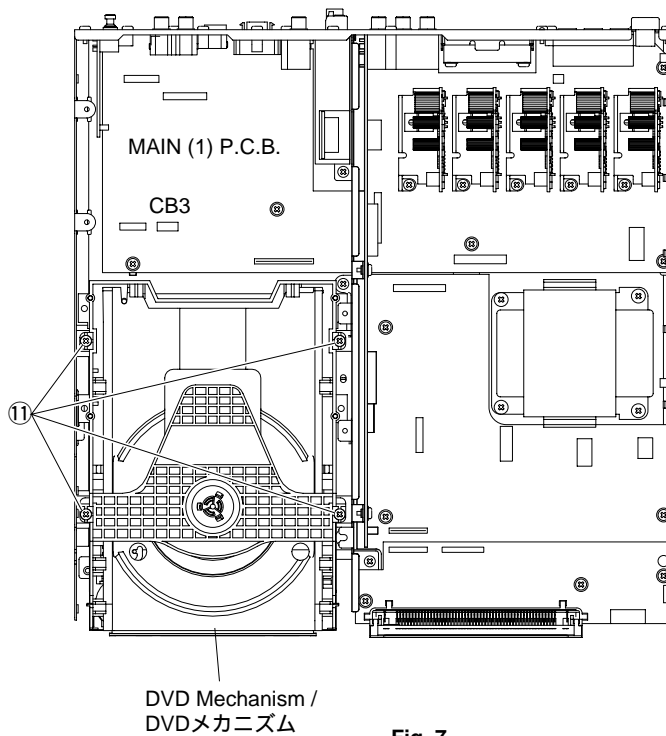

Fig. 7
- f. Remove connector CB3 in Fig. 7.
- g. Remove 4 screws (⑪) and then remove the DVD Mechanism in Fig. 7.
- f. コネクターCB3を外します。(Fig. 7)
- g. ⑪のネジ4本を外し、DVDメカニズムを外します。(Fig. 7)